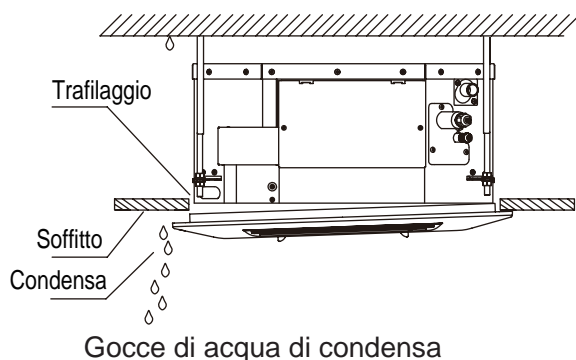

Fig. 3.16
- Se le viti sono allentate, possono verificarsi fughe d'aria e d'acqua. Vedi la Fig. 3.16.